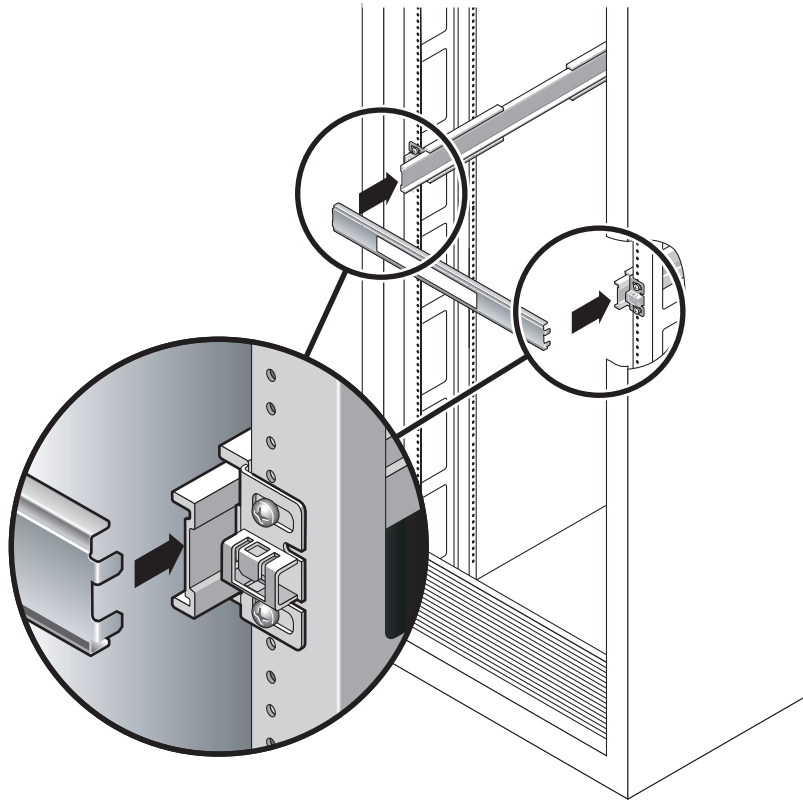

FIGURA 2-6 Utilizzo del distanziatore per regolare la distanza tra le guide
- a. Nella parte anteriore del rack, inserire il lato sinistro dello strumento nelle scanalature poste all'estremità del binario di sinistra (FIGURA 2-6).